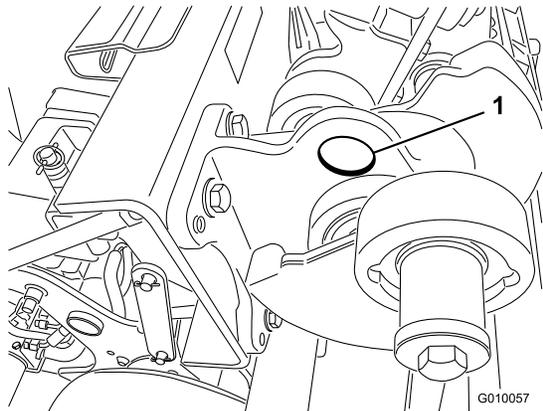

Figura 42
**Nota:** Se houver, pode ser utilizada uma ponte para levantar a parte de trás da máquina. Utilize os olhais das caixas de rolamentos da cabeça de perfuração como pontos de ligação da ponte (Figura 42).